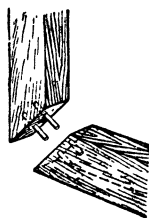

Рис. 28.
- 1) на круглых вставных шипах (рис. 28);